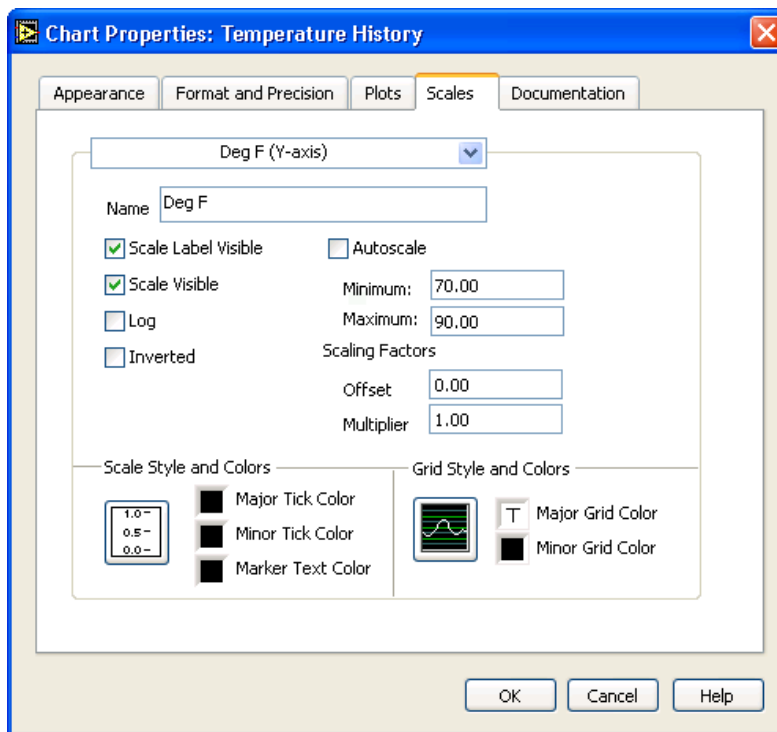

Figure 1.9
- e. En la misma pestaña Scales, seleccionar en el menú desplegable de la parte superior Deg F (Y-axis). Fijar las opciones de escala como se muestran en la Figure 1.9.